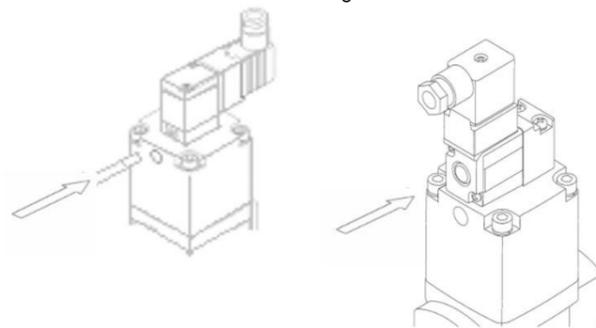

Figura 5. Azionamento manuale per VNA1-4 (sinistra) e VNA5-7 (destra)
**VNA1-4:** vedere Figura 5. Premere il pulsante dell'azionamento manuale con un cacciavite a punta fine fino a quando non si ferma su ON. Mantenere questa posizione per la durata del controllo (posizione ON). Rilasciare il pulsante e l'azionamento verrà reimpostato in posizione OFF.
**VNA5-7:** non richiede utensili. Vedere Figura 5.